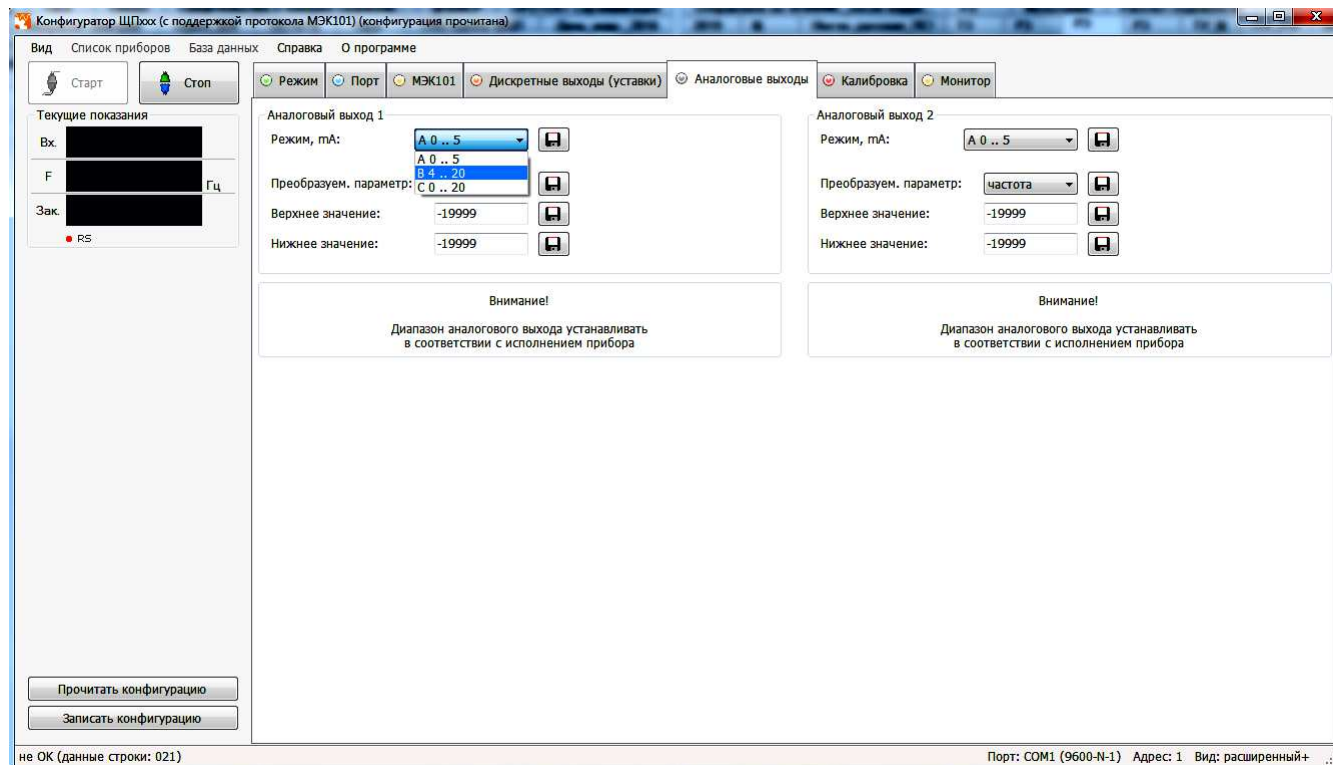

Рисунок 8 – Настройка аналоговых выходов
3.8.7 Конфигурирование аналоговых выходов (рисунок 8)